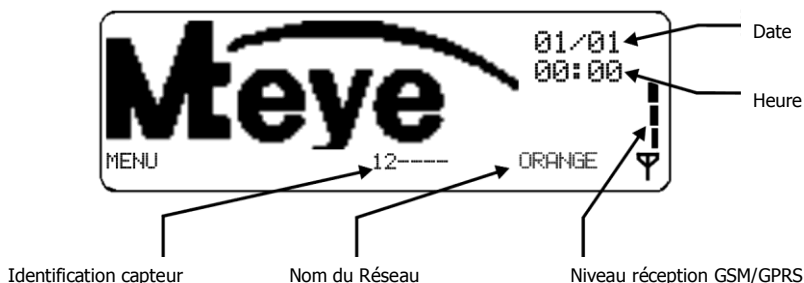

Figure 57: localisation des numéros de capteurs
- Vérifier que la barre de réception du réseau GSM/GPRS sur l'afficheur, signale au moins 2 barres (cf. Figure 57). Si ce n'est pas le cas reconfigurer le modem transmetteur (voir page 15) ou trouver un autre emplacement pour la centrale pour une meilleure réception du signal GSM/GPRS.